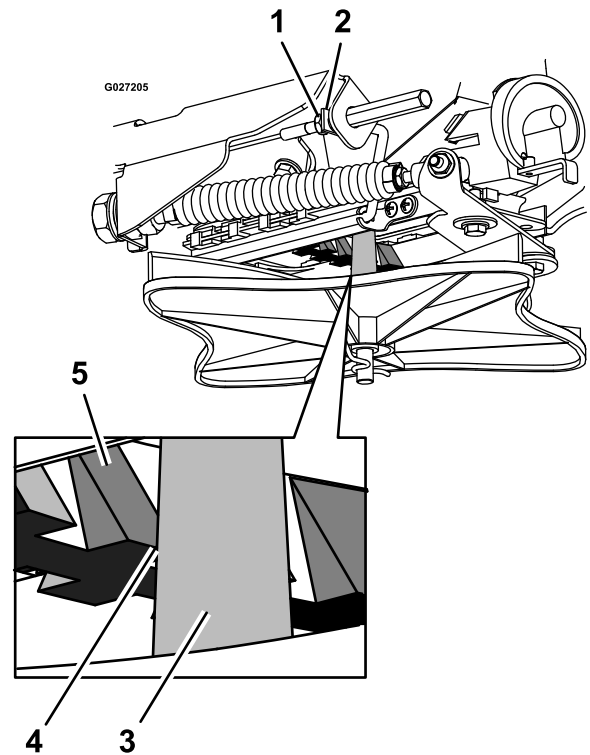

Figura 99
5. Afloje la contratuerca que se encuentra en el extremo del cable de control del patrón (Figura 99).
6. Tire de la varilla de acoplamiento hasta que quede un espacio de 3.2 mm ($\frac{1}{8}$ ") entre el diente de la rampa y el eje del impulsor (Figura 99).
7. Apriete la contratuerca (Figura 99).